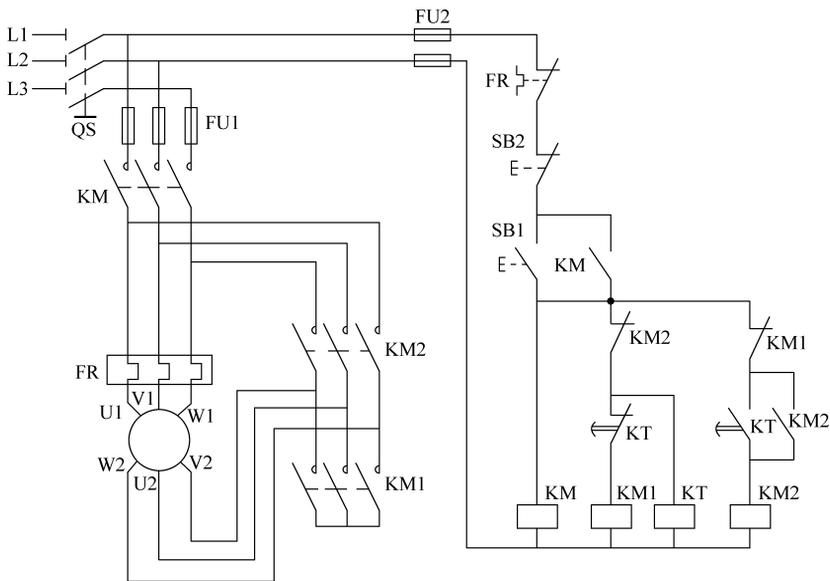

图 2-13
1. 识读时间继电器自动控制Y-Δ减压起动控制电路(见图2-13)。